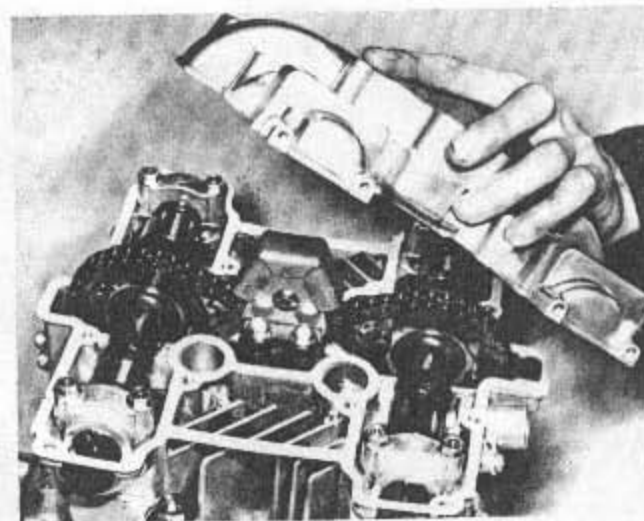

Bild 157
- Nachdem das Ventilspiel auf den vorgeschriebenen Wert gebracht worden ist, baue man den Zylinderkopfdeckel wieder an (Bild 157). Man vergesse die halbkreisförmigen Dichtscheiben nicht, welche an jeder Seite der Nockenwellengehäuse sitzen. Nockenwellendeckel aufsetzen und falls nötig Entlüfterdeckel montieren (Bild 158).